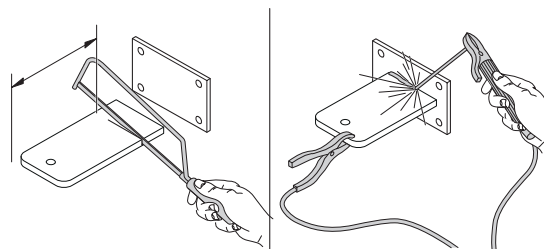

Fig. 3
**02.** El soporte, antes de ser fijado a la pared, se debe soldar en la placa de fijación específica (**Fig. 3**); si fuera necesario el soporte se puede cortar adecuando en consecuencia los valores de las **cotas A y E**.